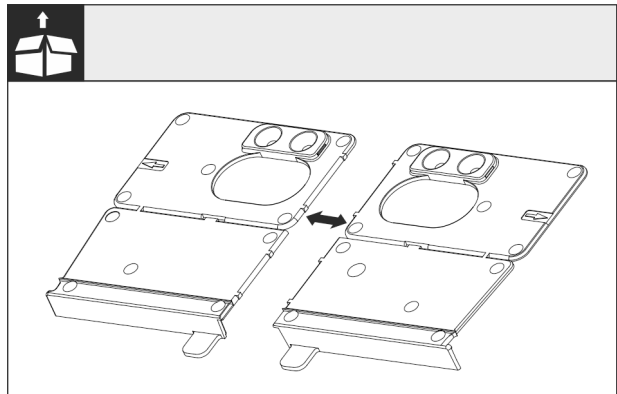

Fig. 27
► Монтажный кут дно Fig. 27 () відокремити на перфорації.